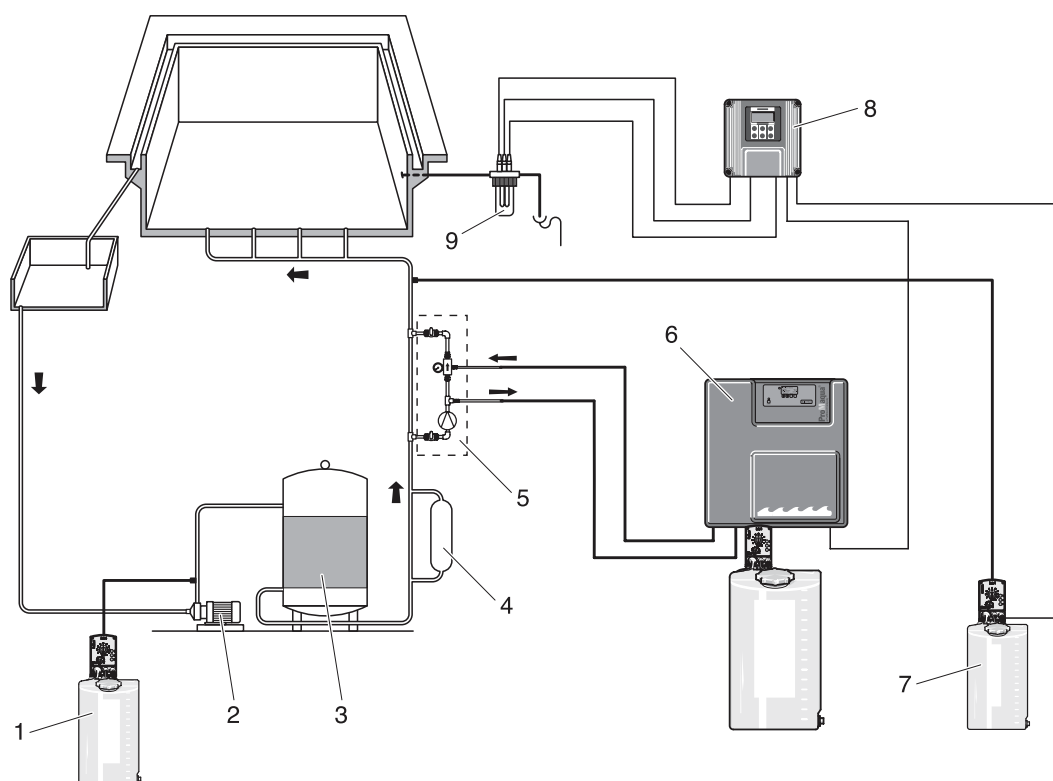

Fig. 5
- ▶ Montez une installation identique à celle de la fig. 6 dans la conduite de circulation (en aval du filtre et, s'il existe, en aval de l'échangeur thermique (voir fig. 5)).